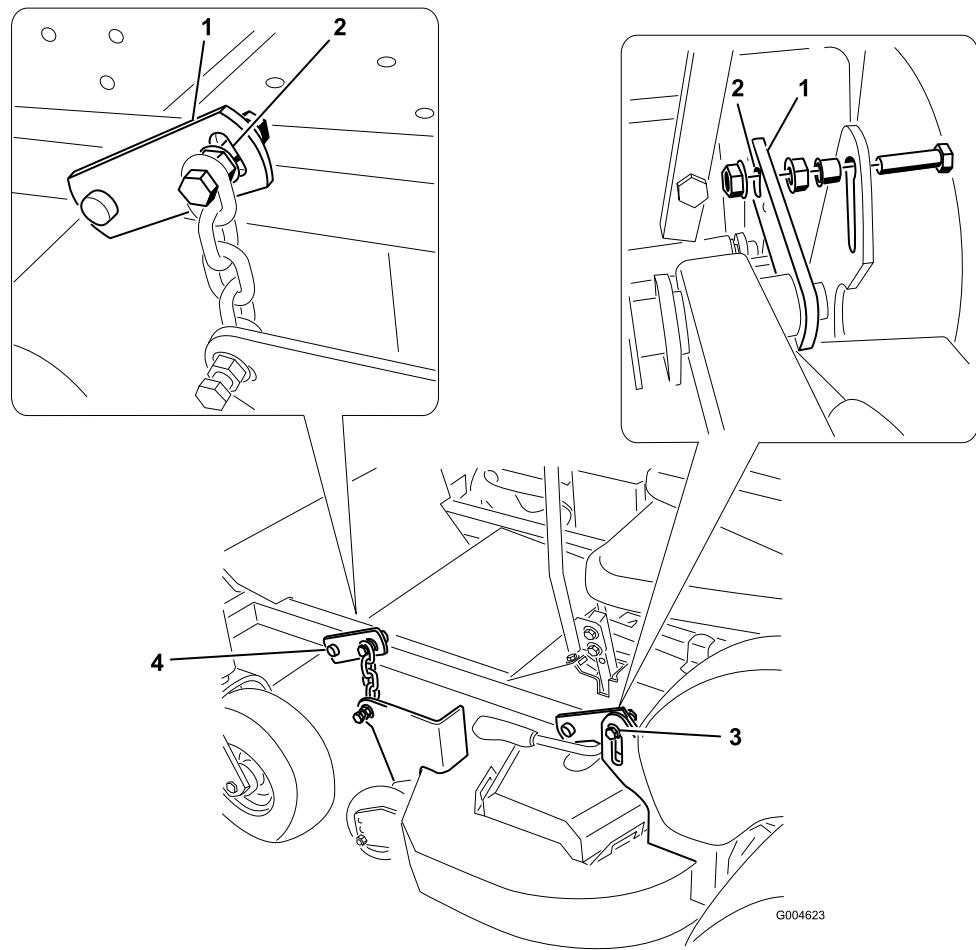

Figura 53
7. Afloje los pernos que conectan las dos cadenas y los dos soportes traseros al cortacésped (Figura 53).
8. Ajuste los dos pernos traseros hasta que estén en el centro de la ranura del soporte de pivot (Figura 53).
10. Ajuste el perno delantero en el lado de la descarga hasta que esté en el centro de la ranura del soporte de pivot (Figura 53).